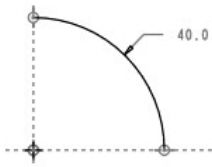
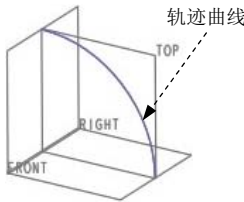

图 5.26.2 轨迹曲线（草绘环境）
图 5.26.3 轨迹曲线（建模环境）
Step2. 创建轨迹曲线。单击 **模型** 功能选项卡 **基准** 区域中的“草绘”按钮 ，选取 TOP 基准平面作为草绘平面，RIGHT 基准平面作为参考平面，方向向右，单击 **草绘** 按钮，系统进入草绘环境，在草绘环境中绘制图 5.26.2 所示的草图，完成后轨迹曲线如图 5.26.3 所示。
- (1) 在操控板中确认“实体”按钮  被按下。
- (2) 在图形区中选取图 5.26.3 所示的轨迹曲线。